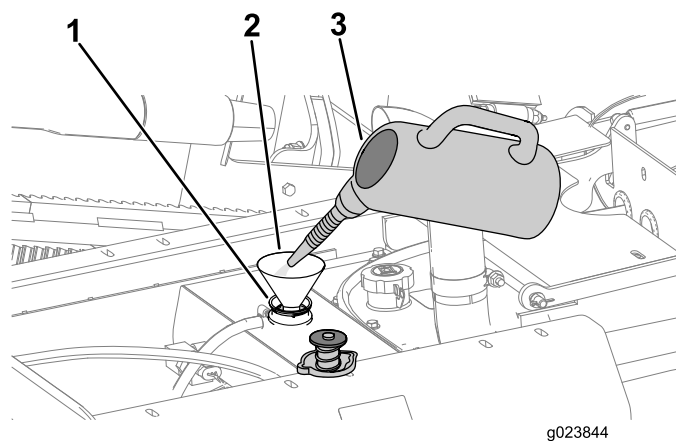

Figura 142
- B. Adicione uma solução para limpeza do sistema de arrefecimento no radiador através do bocal de enchimento (Figura 142).